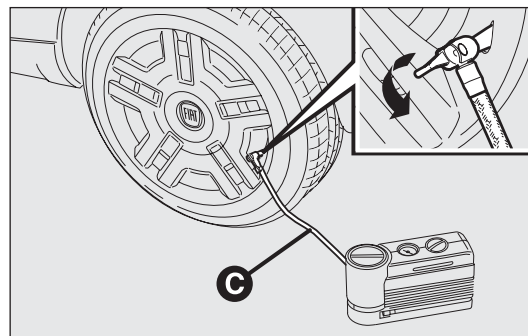

fig. 181
- Dévisser le capuchon de la valve du pneu, dégager le tuyau C-fig. 181 avec le raccord rapide et le relier directement à la valve du pneu à gonfler.